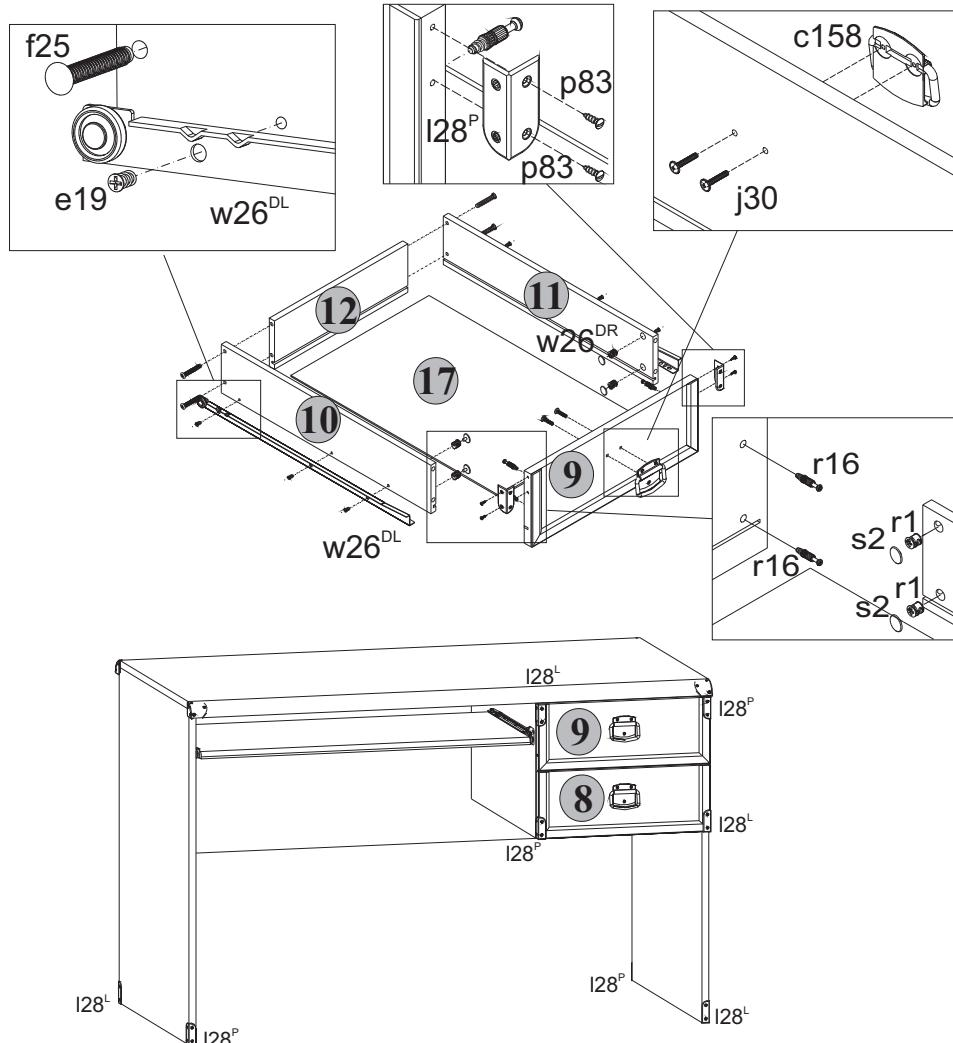

Рис. 3
5.14 В отверстия диаметром **15 мм** на внутренних поверхностях стенок боковых **10** и **11** корпусов выдвижных ящиков вставить стяжки эксцентриковые **r1** (см.рис.3).
5.15 В отверстия диаметром **5 мм** на внутренних поверхностях панелей передних **8** и **9** ящиков выдвижных с помощью крестообразной отвертки вкрутить винты стяжки **r16** (см.рис.3).
5.17 Соединить панели передние **8** и **9** с корпусами ящиков выдвижных и затянуть стяжки эксцентриковые **r1**, пользуясь специальным ключом **z1**. Закрыть стяжки эксцентриковые заглушками **s2** (см.рис.3).